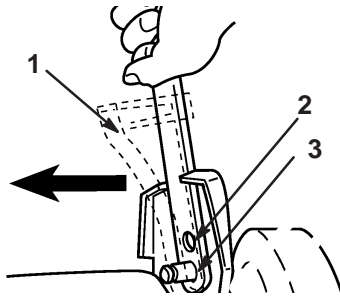

Figure 3
Le mancheron dispose de positions de réglage : haute et basse (Fig. 3). Choisissez la position la plus confortable pour vous.
2. Montez le mancheron et l'ancrage du câble sur les axes, à la position voulue (Fig. 3).